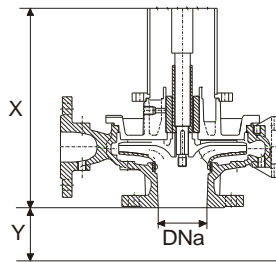

Fig. 2: Quote per il calcolo del minimo livello
Nell'esecuzione "A" la lubrificazione è garantita dalla presenza di liquido minimo in vasca. (vedi fig.2 e tab.1)
3. Avviare la pompa solo dopo averla immersa nel serbatoio, garantendo un livello di liquido minimo tale da evitare un funzionamento a secco delle bronzine (vedi tab.1 e fig 2).